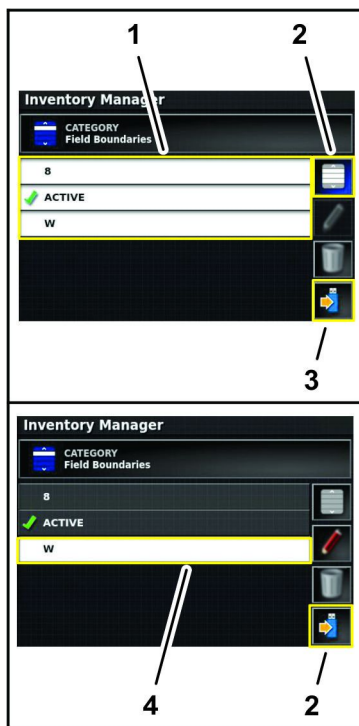

Figura 100
- Premete l'icona Seleziona tutto per selezionare tutte le informazioni della categoria (Figura 100).
- Premete la singola icona (o icone) delle informazioni della categoria (Figura 100).
8. Premete l'icona Salva elementi selezionati (Figura 100).